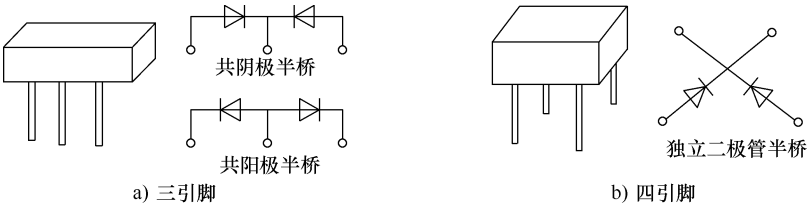

图 4-6 整流半桥
(1) 整流半桥 半桥内部有两个二极管，根据二极管连接方式不同，可分为共阴极半桥、共阳极半桥和独立二极管半桥，共阴极半桥、共阳极半桥有 3 个引脚，而独立二极管半桥有 4 个引脚，如图 4-6 所示。